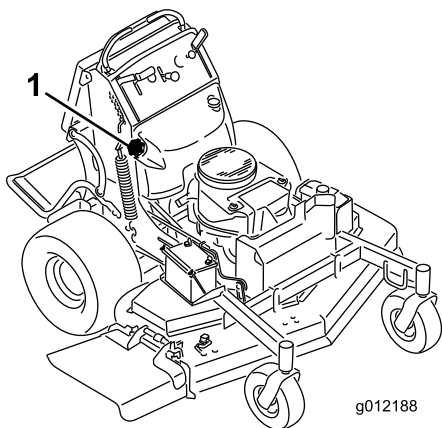

図 52
5. サイホン・ポンプを使って燃料タンクからガソリンを抜き出す (図 52)。